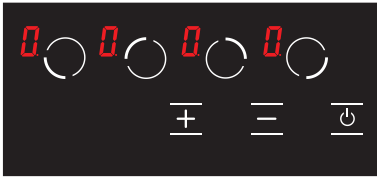

Abbildung 19
3. Auf dem gesamten Bildschirm erscheint das Symbol **0**. (siehe Abb. 19) Wenn eine heiße Kochplatte vorhanden ist, werden die Symbole **0** und **H** abwechselnd auf dem Bildschirm angezeigt.